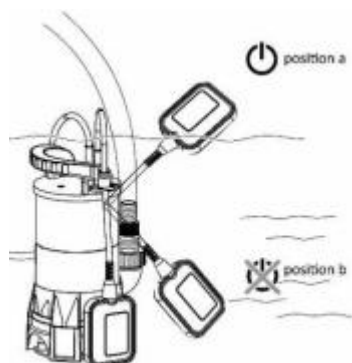

Рис. 9
- Вставьте вилку сетевого шнура в розетку. Устройство будет включено, когда поплавковый выключатель (4) будет расположен выше установленной или максимальной высоты включения (рис. 9, позиция а).
- Устройство выключится, как только поплавковый выключатель (4) достигнет установленной или минимальной высоты отключения (рис. 9, позиция b).